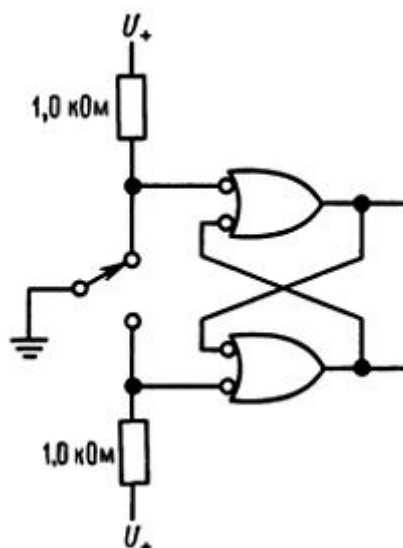

Рис. 9.8. Схема защиты от дребезга (RS-триггер).
1. Соберите из двух вентилях асинхронный RS-триггер, не забыв, разумеется, о резисторах подвески к шине питания (рис. 9.8). Можно использовать готовый триггер с входами СБРОС и УСТАНОВКА (например, `74), заземлив вход синхронизации.